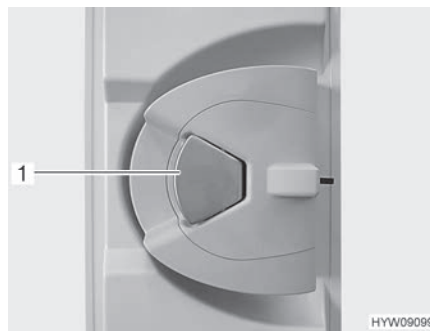

Bild 24 Dörrlås (ingångsdörr insida)
Öppna: ■ Om dörrlåset är låst: Dra en gång i dörrhandtaget (Bild 24,1). Dörren är upplåst.
■ Drag i dörrhandtaget (Bild 24,1). Dörren är öppen.
Låsa: ■ Tryck ned dörrhandtaget (Bild 24,1).